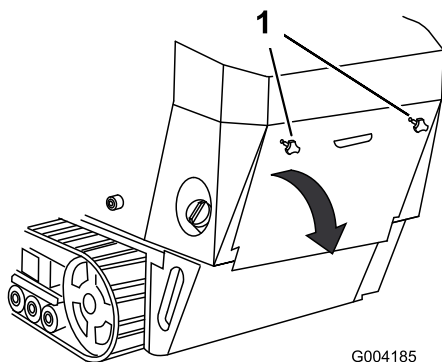

Figura 28
1. Svitare le due manopole che fissano il portello di accesso posteriore alla macchina (Figura 28).
2. Inclinare il portello di accesso posteriore verso il basso e rimuoverlo per accedere ai componenti interni (Figura 28).